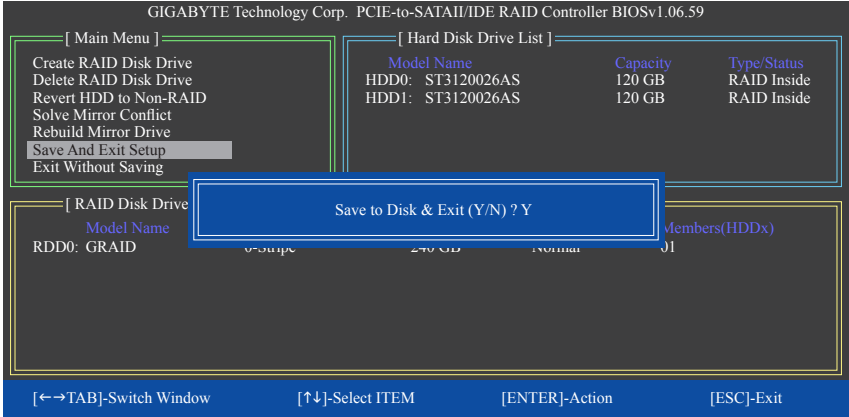

图10
7. 储存设定并离开(Save And Exit Setup): 设定好磁盘阵列要离开RAID设定程序前, 请务必在主画面选择“Save And Exit Setup”。确定离开请按<Y>, 取消请按<N> (图10)。